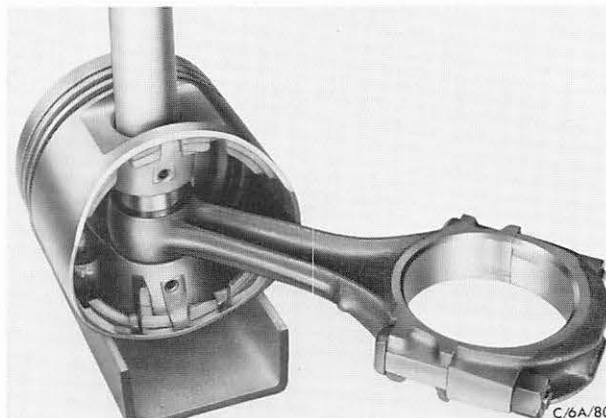

Abb. 308 Kolbenbolzen mit Dorn auspressen
1. Kolbenbolzen mit einem Dorn aus dem Kolben pressen, Abb. 308.